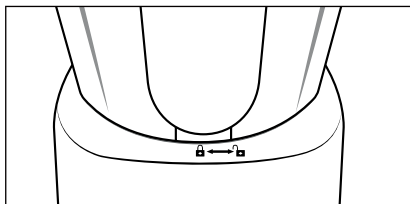

Abb. 3
- 7) Setzen Sie den fertig befüllten und verschlossenen Mixaufsatz **3** auf den Motorblock **6**. Nutzen Sie dazu die Aussparungen am Motorblock **6** und achten Sie dabei darauf, dass der Griff des Mixaufsatzes **3** auf das -Symbol zeigt. Drehen Sie den Mixaufsatz **3** im Uhrzeigersinn Richtung Position  (siehe Abb. 3), bis er hörbar einrastet. Nur wenn der Mixaufsatz **3** bündig aufgesetzt ist, kann der Motor starten.